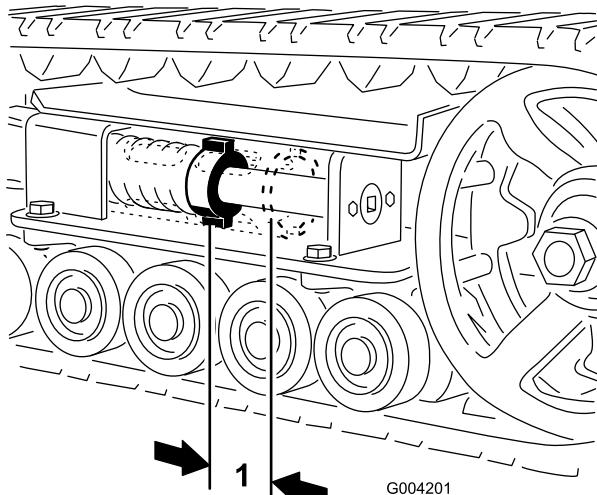
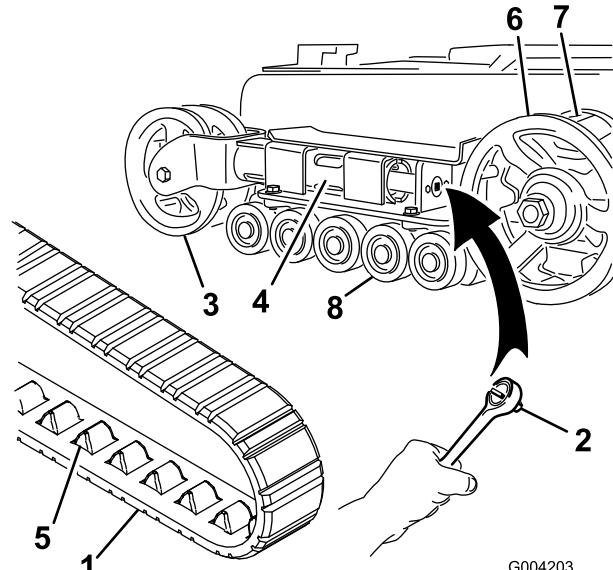

Figura 43
Figura 45
Deve esserci uno spazio di 7 cm tra il dado di tensionamento e la parte posteriore del tubo di tensionamento (Figura 43). In caso contrario, regolare la tensione dei cingoli eseguendo la procedura di seguito riportata:
4. Utilizzando una chiave a tubo da 1/2 pollice (13 mm) (Figura 45), girare la vite di tensione in senso antiorario fino a portare la distanza tra il dado di tensione e la parte posteriore del tubo di tensione (Figura 43) a 7 cm.
5. Spingere la ruota di tensione verso il retro dell'unità in modo da spostare il tubo della forcella contro il telaio (Figura 45). (se non riesce a toccare il telaio, continuare a girare la vite di tensione fino ad ottenere il contatto).
7. Dopo avere liberato il cingolo dalla ruota di tensione, toglierlo dalla ruota conduttrice e dalle ruote non motrici (Figura 45).
8. Avvolgete il nuovo cingolo iniziando dalla ruota conduttrice e controllando che i denti del cingolo si alloggino tra i distanziali della ruota stessa (Figura 45).
9. Spingere il cingolo sotto e tra le ruote non motrici (Figura 45).
11. Girare la vite di tensione in senso antiorario fino a portare la distanza tra il dado di tensione e la parte posteriore del tubo di tensione (Figura 43) a 7 cm.
17. Girare la vite di tensione in senso antiorario fino a portare la distanza tra il dado di tensione e la parte posteriore del tubo di tensione (Figura 43) a 7 cm.